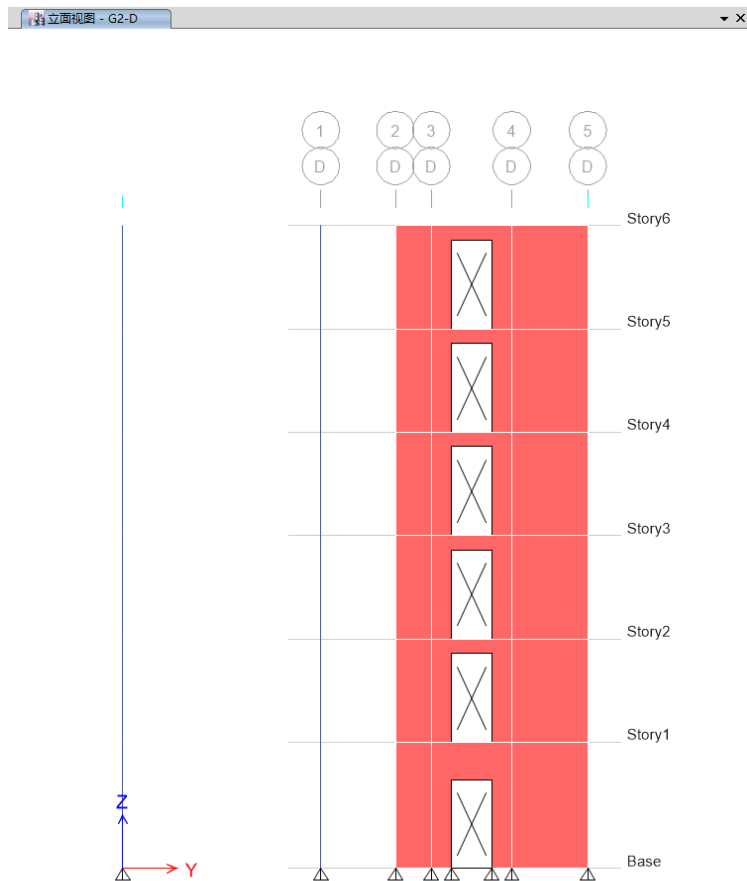

图 4-16 剪力墙开洞效果
- 4) 在立面视图中分别点击轴线 3 和轴线 4 之间的剪力墙完成剪力墙开洞, 开洞后的剪力墙效果如图 4-16 所示。